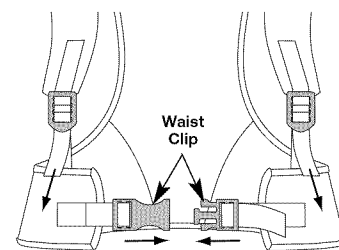

Fig. 16
- Conecte ambos extremos del clip de la cintura (Fig. 16).
- Ajuste las hebillas del hombro y el clip de la cintura, tirando o lanzando de las correas, para que haya la comodidad y la ayuda mejor (Fig. 16).